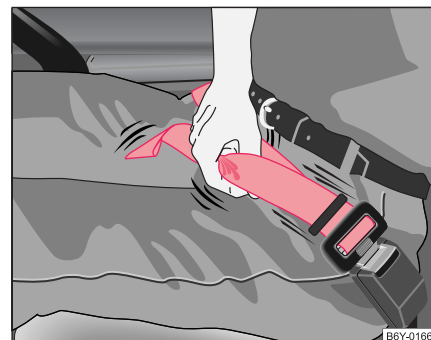

Abb. 98 Verkürzung
- Ziehen Sie am freien Ende des Gurtes ⇒ Seite 119, Abb. 98.